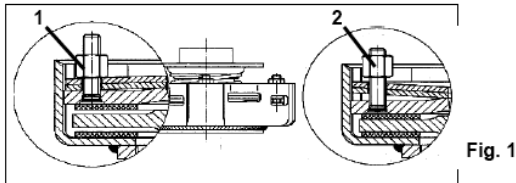
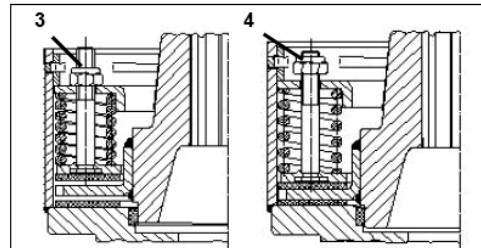

Fig. 1
Fig. 2
1. Moeren gelijkmatig aandraaien (Fig. 1/1 of Fig. 2/3) waardoor slipplaten en instelring ontlast worden;
3. Moeren terugdraaien tot aan het einde (Fig. 1/2 of Fig. 2/4). De koppeling is nu gebruiksklaar.